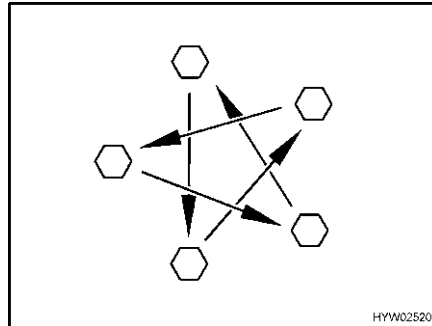

Bild 239 Radmuttern oder Radschrauben über Kreuz anziehen
- Radmuttern oder Radschrauben regelmäßig auf festen Sitz prüfen. Radmuttern oder Radschrauben eines ausgewechselten Rades nach 50 km über Kreuz nachziehen (Bild 239). Anziehdrehmoment siehe Abschnitt 13.5.2.
- ▷ Radmuttern oder Radschrauben über Kreuz anziehen (Bild 239). Anziehdrehmoment siehe Abschnitt 13.5.2.